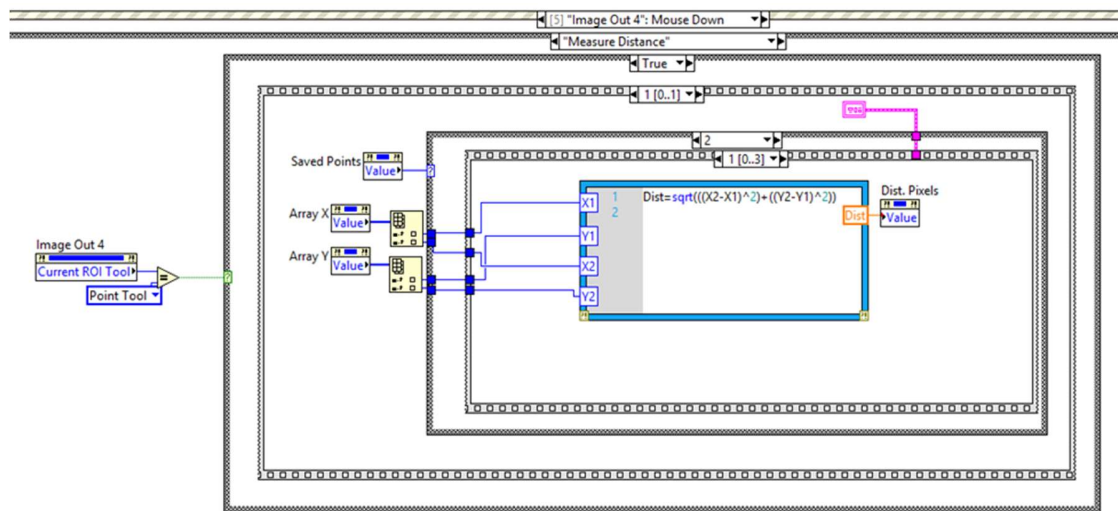

Figura 21. Código para obtener la distancia entre dos puntos
Con los valores de las coordenadas de estos dos puntos aplicamos la fórmula para obtener la distancia entre ellos $(AB)^2 = (AC)^2 + (BC)^2$ haciendo uso del MathScript Node de LabView, mostrado en la figura 21, esta parte del código nos arrojará el valor de la distancia en milímetros que hay entre los dos puntos señalados en un recuadro de texto y a su vez a 30 pixeles verticalmente sobre la imagen.